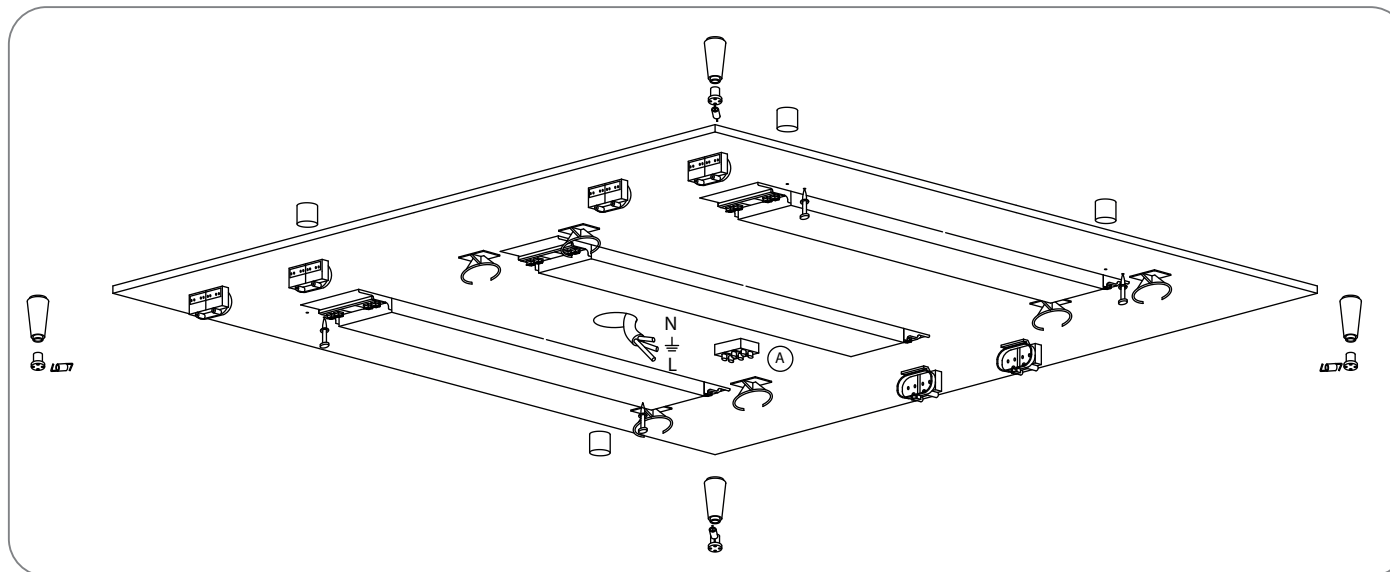

Fig.2
3. Collocare le bussolle C mediante tasselli e tirafondo come da fig 2 OSSERVANDO le misure indicate in fig 3. NOTE: Utilizzare il modello (avendo cura di fare fondo sul bordo della piastrina, come da fig 3) per il calcolo delle distanze delle bussolle. Tali misure sono MOLTO IMPORTANTI per la corretta collocazione della tela.
3. Mettre les douilles C a l'aide de chevilles et de tire-fonds fig 2 EN RESPECTANT les mesures indiquées dans la fig 3. NOTE: Utiliser le gabarit pour le calcul des separations des douilles (en prenant soin de bien la placer contre le bord de la plaque fig 3). Ces mesures sont TRES IMPORTANTES pour bien placer la toile.
3. Colocar los conos C mediante tacos y tirafondos, como indica la fig 2 y RESPETANDO las medidas que indica la fig 3. NOTA: Utilizar la plantilla para el cálculo de las distancias de los conos, teniendo cuidado de hacer bien tope en el borde de la placa (fig 3). Estas medidas son MUY IMPORTANTES para que la tela quede correctamente colocada.